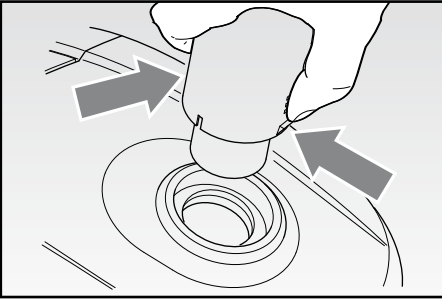

Fig. 2
- Inserire il manicotto (M) nell'apertura di entrata dell'aria (F) e premerlo finché non si blocca a scatto. Per rimuoverlo, è necessario premere contemporaneamente i due pulsanti di sblocco (P) ed estrarlo (Fig. 2).